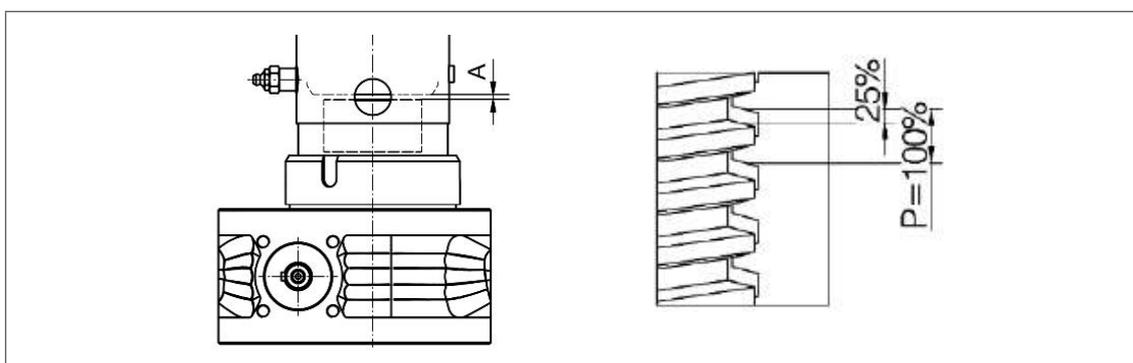

Рис. 16: Предохранительная гайка SIFA: размер „А“ для сравнения при испытании на износ
3. Если установлена предохранительная гайка SIFA. Измерьте размер „А“ и запишите его (см. рис. 16). Этот зазор, замеренный в новом состоянии, служит для сравнения в дальнейшей эксплуатации и необходим для последующей оценки износа (см. главу 7.1.1., стр. 28).
- 3. Если есть предохранительная гайка SIFA: проверьте износ, как показано на рис. .16.